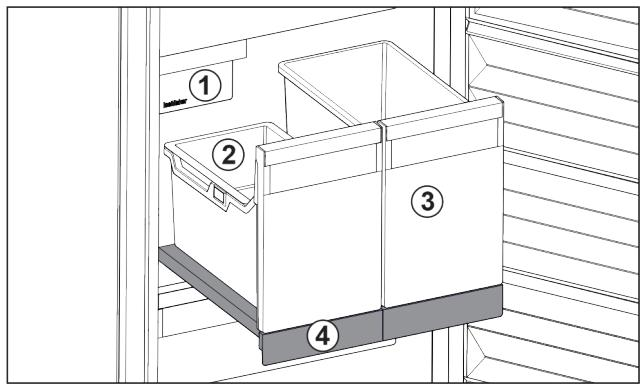

Fig. 103 Izvlačna ploča s IceTower
- (1) IceMaker
- (2) Ovjesna posuda za kockice leda
- (3) Spremnik za npr. pizzu, alkoholna pića
- (4) Izvlačna ploča
Na izvlačnoj ploči se nalaze dva visoka spremnika (IceTower). U spremniku se skupljaju i spremaju Fig. 103 (2) kockice leda iz IceMaker. Spremnik Fig. 103 (3) je prikladan za čuvanje visokih namirnica kao što su pizza ili alkoholna pića.